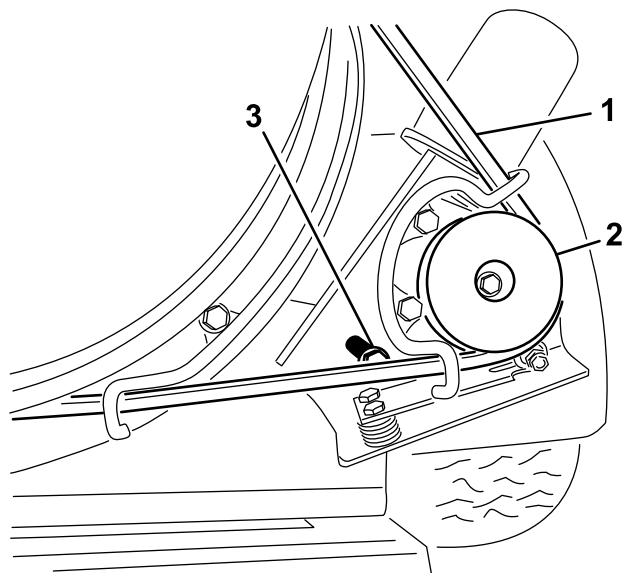

Figura 27
1. Desaperte os parafusos que fixam o suporte de montagem da polia ao chassis do soprador (Figura 27).